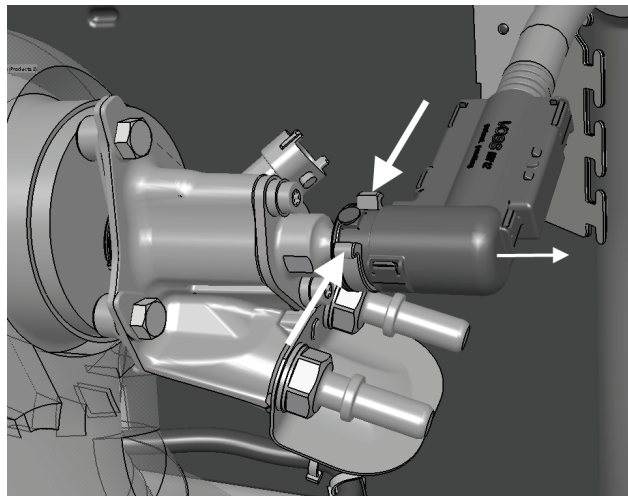

Figure 6
9. Déconnecter le boyau de DEF (Fig. 6).